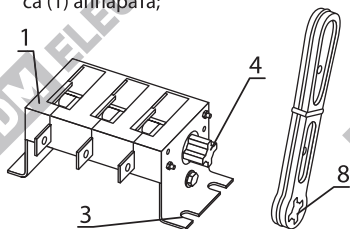
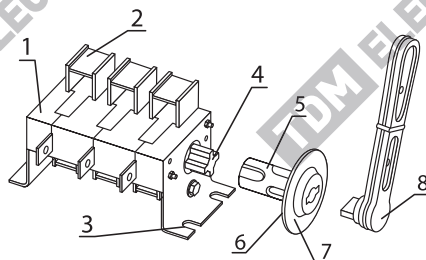
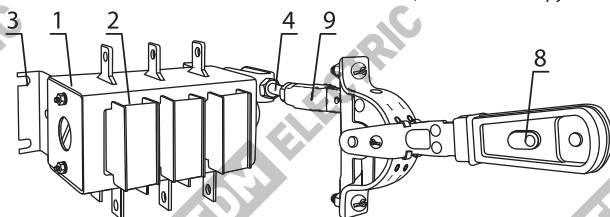

Рисунок 4. Выключатель-разъединитель ВР32 с боковой рукояткой
Рисунок 5. Выключатель-разъединитель ВР32 со смещенной боковой рукояткой
Рисунок 6. Выключатель-разъединитель ВР32 с передней смещенной рукояткой
- проверить отсутствие внешних повреждений пластмассовых элементов конструкции корпуса (1) аппарата;
- вставив рукоятку управления (8) (см. рис. 4 и 5) и поворачивая ее на угол 90°, убедиться в четкой фиксации подвижной части в исполнениях ВР32-А...220 и ВР32-В...250;
- установить на аппараты входящие в комплект поставки дугогасительные камеры (2) по две на каждый полюс (см. рис. 5 и 6);
- закрепить аппарат в месте установки, используя пазы в боковых панелях (3);
- в исполнении со смещенной рукояткой надеть на конец поворотного вала (4) ось-переходник (5);
- установить на боковой поверхности выключателя-разъединителя ВР32-В...250 направляющую шайбу (6) и фланец (7) (см. рис. 5);
- вставить рукоятку управления (8);
- в исполнении ВР32-А...240 (см. рис. 6) на конец поворотного вала (4) установить удлинительный элемент и отрегулировать его необходимую длину узлом (9) (см. рис. 4 и 6).